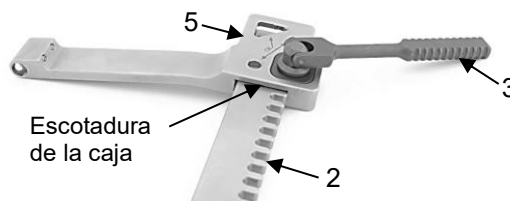

Fig. 16
Introduzca la cremallera (2) en la escotadura de la caja (5) hasta que el piñón de la palanca de accionamiento (3) encaje en la cremallera (2) (Fig. 16).